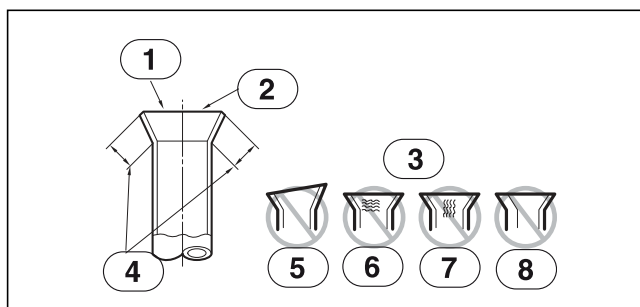

Bild 20
- Jämför flänsförbindelserna med bilderna (→ Bild 20).